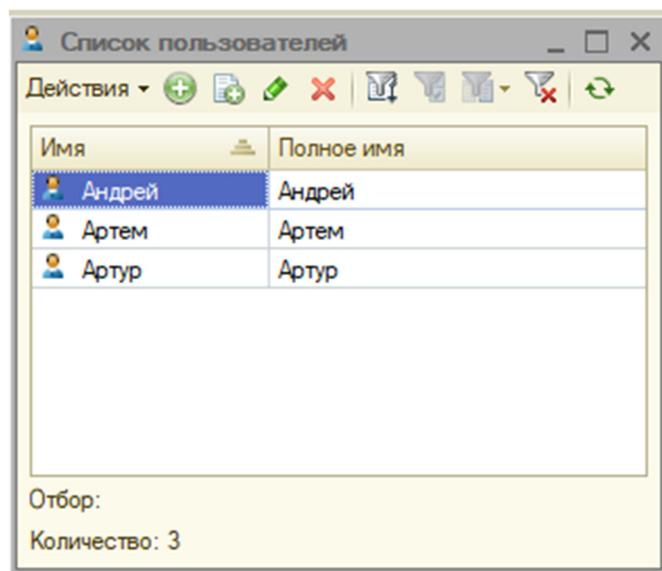

Рис. 1.11. Добавление новых пользователей
10. Создадим пользователей для присвоения им запрограммированных ранее прав для работы со справочниками и документами (рис. 1.11).